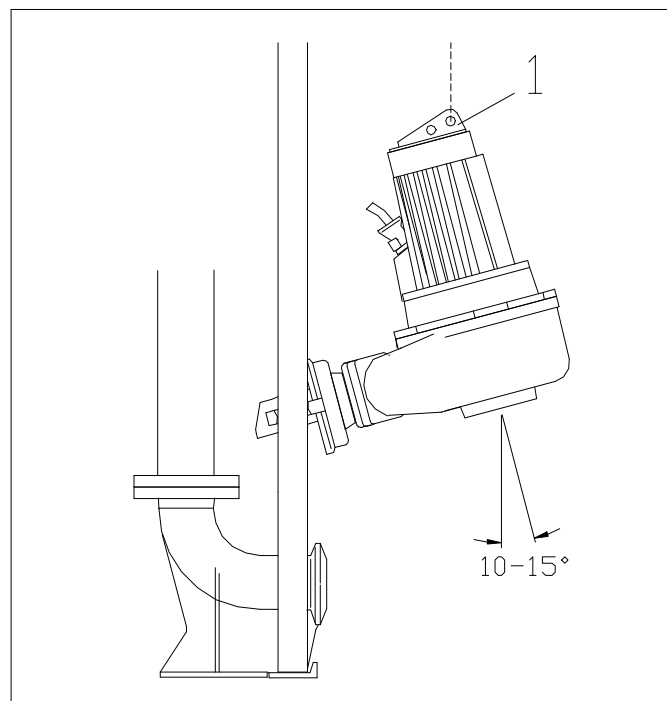

Fig. 6.4
- De hoek van de pomp bij het koppelen of ontkoppelen t.o.v. de geleidebuizen tussen de 10° en 15° is, zie fig. 6.4. Deze hoek is te beïnvloeden door het bevestigingspunt (1) van de hijsketting te verplaatsen.